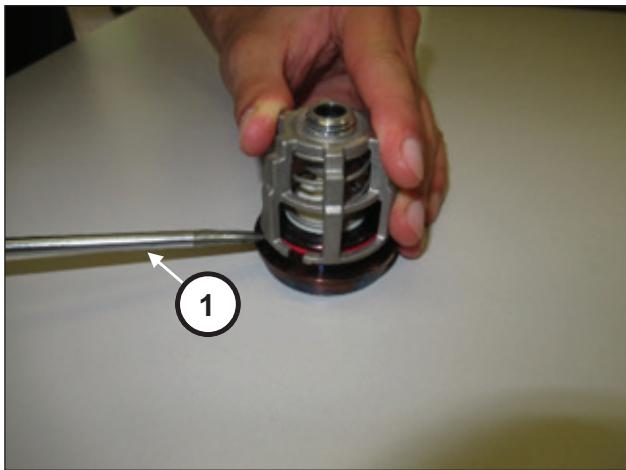

Fig. 106
Desmonte os grupos de válvulas de aspiração e descarga fazendo alavanca com ferramentas comuns (pos. ①, Fig. 106).